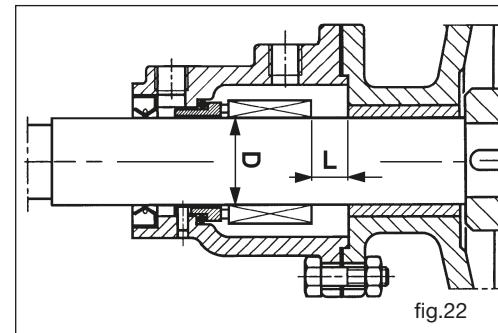

fig.22
- N.B. La tabla indica el diámetro D del eje y la distancia L entre la junta estanca (66) y la arandela-soporte (09) no bloqueada sino apoyada al reverso del rotor (fig. 22)**
- ❑ Montar con cuidado la parte fija (66.6) en el porta-junta estanca (80)
- ❑ Montar el labio retén (68) en el porta-junta estanca (80).